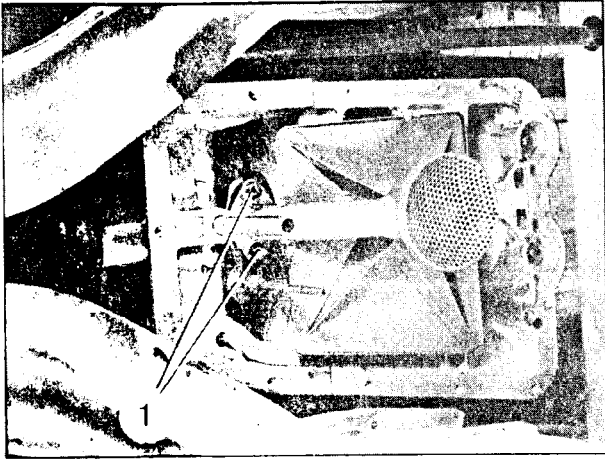

Abb. 1
- Beide Befestigungsschrauben (1) des Ansaugrohrs (Abb. 1),